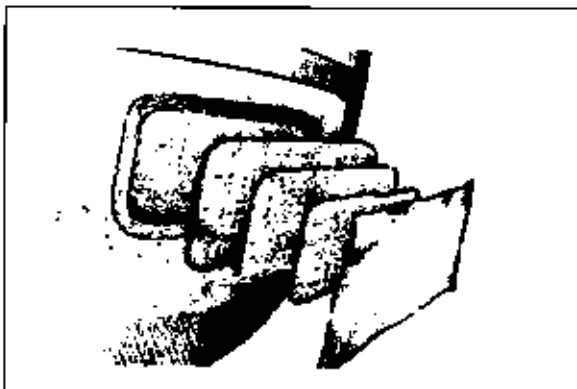

Abb. 3-5 Schneiden Sie die entsprechende Anzahl Gewebestücke zu. Die erste Lage soll so groß sein wie die Außenkontur der Schäftung.
1. Die entsprechende Zahl Gewebestücke wird auf die Größe der Reparaturstelle zugepaßt. Die erste Lage deckt die ausgeschliffene Fläche voll ab, die folgenden Lagen sind jeweils etwas kleiner zuzuschneiden. Die letzte Lage ist dann etwa so groß wie das eigentliche Loch. Alle Lagen zusammen sollten nicht ganz die Wandstärke der Platte erreichen, damit die Stelle noch gespachtelt und geschliffen werden kann (Abb. 3-5).